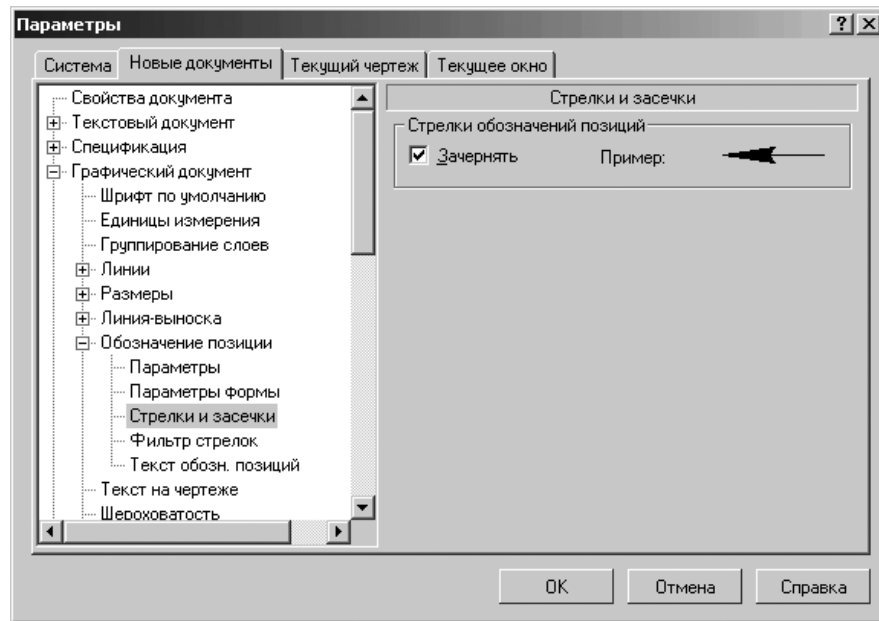

Рис. 10.42. Диалоговое окно **Параметры** с открытой вкладкой **Новые документы** и панелью **Стрелки и засечки**
- щелкните в списке настраиваемых элементов **Обозначение позиции** по пункту **Стрелки и засечки**. В правой части появится панель **Стрелки и засечки**, показанная на рис. 10.42;